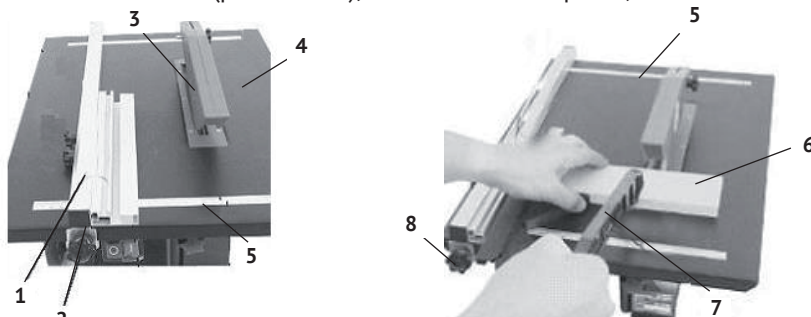

рис. 5
2.2.1 Прямолинейный рез (см. рис.5):
- в зависимости от толщины заготовки установить на рабочий стол (рис.5 поз.4) параллельный упор (рис.5 поз.1) высоким или низким бортиком в сторону
- ослабить винты (рис.5 поз.2) зажимов (рис.5 поз.8), сдвинуть планку параллельного упора (рис.5 поз.1) до совпадения отмеченной линии реза на заготовке (рис.5 поз.6) с плоскостью режущего диска (рис.5 поз.3);
- при работе с узкими заготовками или при поперечном резе необходимо использовать толкатель (рис.5 поз.7), как показано на рис.5;
- прижав торец заготовки к угловому упору ослабить винты (рис.5 поз.2) зажимов (рис.5 поз.8), сдвинуть планку параллельного упора (рис.5 поз.1) до совпадения отмеченной линии реза на заготовке (рис.5 поз.6) с плоскостью режущего диска (рис.5 поз.3);